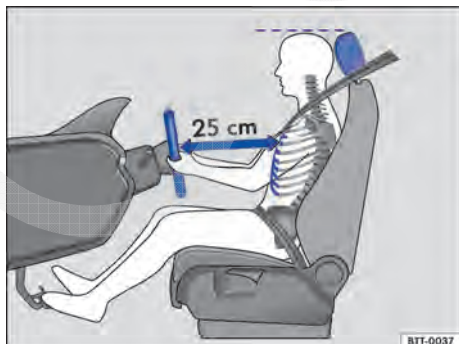
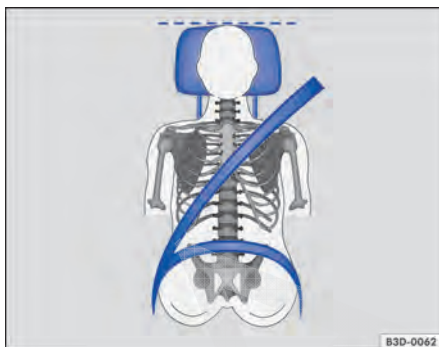

Fig. 32 A distância correta entre o condutor e o volante deve ser de, no mínimo, 25 cm.
Fig. 33 Posição correta do cadarço do cinto de segurança e ajuste correto do apoio para cabeça.
- Ajustar o banco de modo que a distância entre ele e o tórax tenha no mínimo 25 cm → Fig. 32 e que o condutor possa segurar o volante pela borda externa com as duas mãos e os braços ligeiramente dobrados.
- Ajustar o banco do condutor na direção longitudinal de modo que os pedais possam ser acionados com as pernas ligeiramente arqueadas → Fig. 32.
- Para os assentos com apoio para cabeça: ajustar o apoio para cabeça de modo que a sua borda superior se encontre preferencialmente na mesma linha da parte superior da cabeça → Fig. 32 e → Fig. 33 – porém não abaixo da altura dos olhos. Posicionar a parte posterior da cabeça o mais perto possível do apoio para cabeça.
Ajustar a distância correta entre o condutor e o volante → Fig. 32 com ajuda do comando do banco do condutor → Página 52.